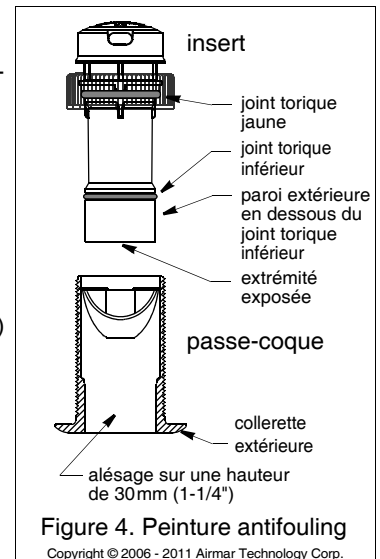

Figure 4. Peinture antifouling
couche d'antifouling tous les 6 mois ou au début de chaque saison nautique. Peignez les surfaces suivantes (voir Figure 4):
5. Les joints toriques doivent être intacts et bien lubrifiés pour assurer une parfaite étanchéité. Après la polymérisation du mastic d'étanchéité marine, inspectez les joints toriques de l'insert de sonde (remplacez-les si nécessaire) et lubrifiez-les avec la graisse silicone fournie (voir Figure 4). Vérifiez que le joint torique supérieur JAUNE est correctement en place. Lubrifiez également l'alésage du passe-coque au-dessus du clapet.